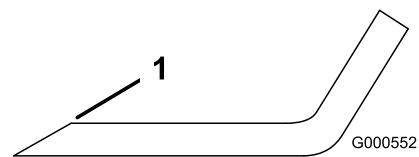

Figure 59
1. Au moyen d'une lime, aiguissez les tranchants aux deux extrémités de la lame (Figure 59).
Remarque: Si la lame est déséquilibrée, limez un peu l'extrémité de l'ailette seulement (Figure 59).